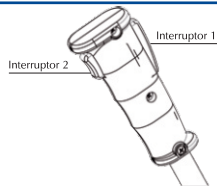

Figura 1:
- A Trapp implantou na roçadeira Master 1000 um interruptor Liga/Desliga de duplo acionamento. Ele funciona da seguinte forma (**Ver figura 1**):